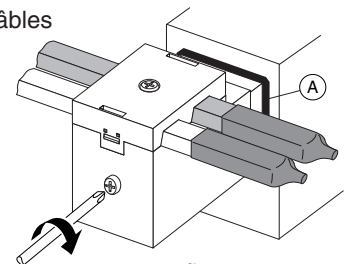

fig.6
- Contrôler la mise en place des joints plats (rep.A) et assurer le serrage correct des connecteurs et couvercles (fig.6)